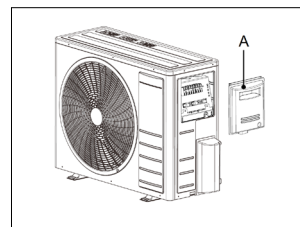

fig. 26 -
1. Quite el panel lateral (part A - "fig. 26 -").